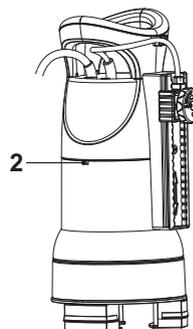

Fig. 5
Le purgeur d'air automatique libère les poches d'air présentes dans le corps de la pompe. Au cours de ce processus, l'air s'échappe par l'alésage de ventilation (2) sur la pompe et des bulles d'air apparaissent sous l'eau. Cela peut prendre plusieurs secondes lorsque la pompe est immergée pour la première fois (Fig. 5).